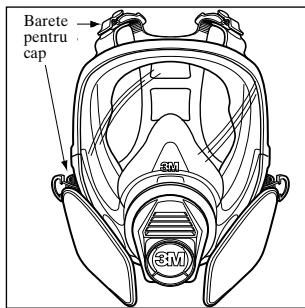

Fig. 1
- 1 Desfaceți total toate cele patru barete, apoi plasați harnasamentul în spatele capului și aplicați masca pe față (Fig. 1, 2).